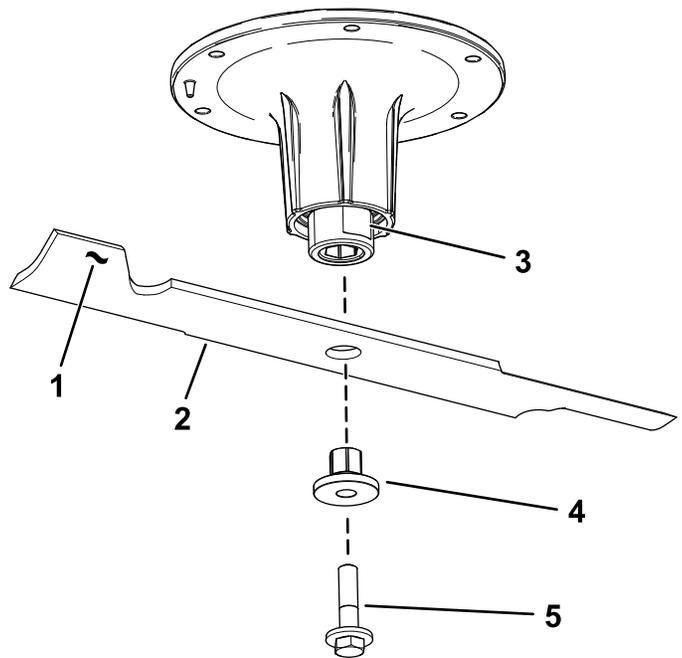

Figura 108
2. Retire el perno de la cuchilla, el buje y la cuchilla del eje (Figura 108).